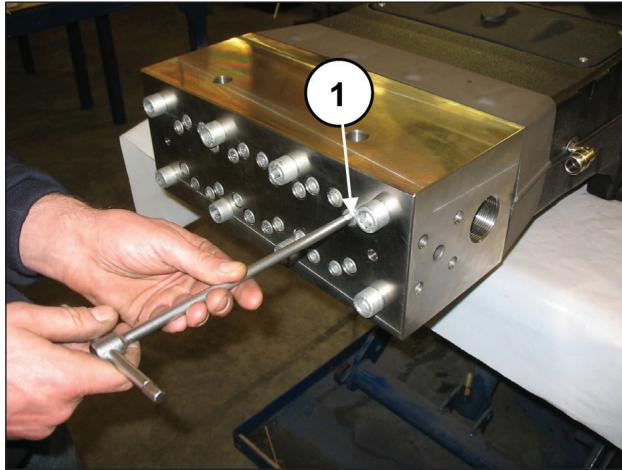
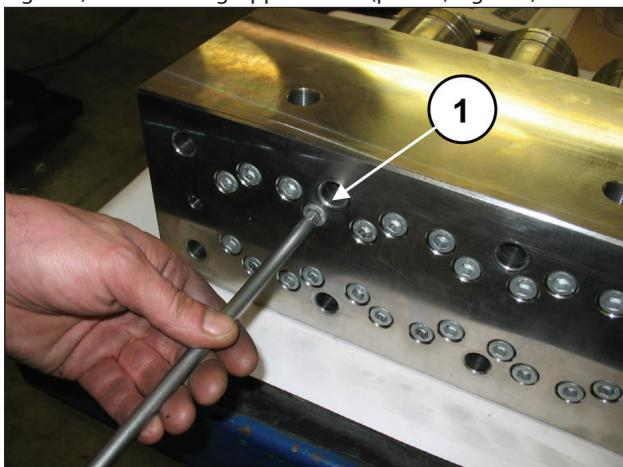
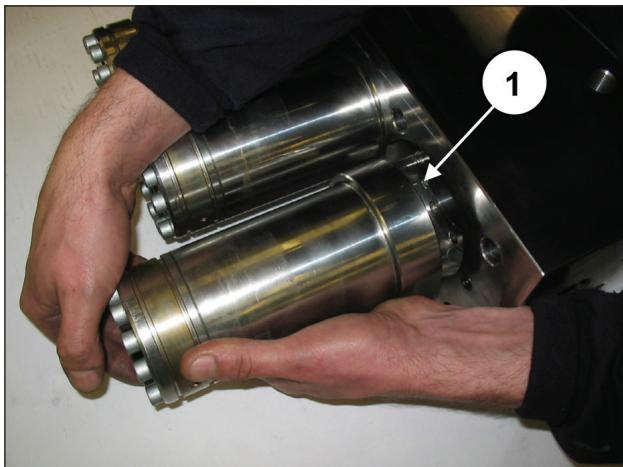

Fig. 96
Fig. 101
Fig. 102
Allentare, senza rimuovere, le viti M10x140 fissaggio camicie a testata (pos. ①, Fig. 96), in modo da renderle libere.
Rimuovere le viti M10x140 fissaggio camicie a testata (pos. ①, Fig. 101) ed estrarre i gruppi camicie (pos. ①, Fig. 102).
Il gruppo pistone non necessita di manutenzione periodica. Gli interventi sono limitati al solo controllo visivo del drenaggio del circuito di raffreddamento. Qualora si presentassero anomalie / oscillazioni sul manometro di mandata o pulsazioni del tubo di drenaggio del circuito di raffreddamento (se elastico), sarà necessario procedere al controllo e alla eventuale sostituzione del pacco tenute. Per l'estrazione dei gruppi pistone operare come segue: Separare la testata e il distanziale per camicie dal carter pompa come indicato nel par. 2.2.1 (da Fig. 96 a Fig. 102). Rimuovere il coperchio di ispezione superiore svitando le 2 viti di fissaggio (pos. ①, Fig. 109).